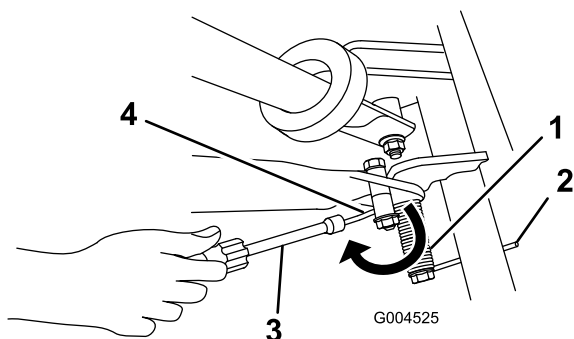

Figura 11
6. Coloque una atornilladora sobre el extremo del muelle que está orientado hacia atrás, y pase el extremo del muelle por debajo del espaciador del soporte (Figura 11).